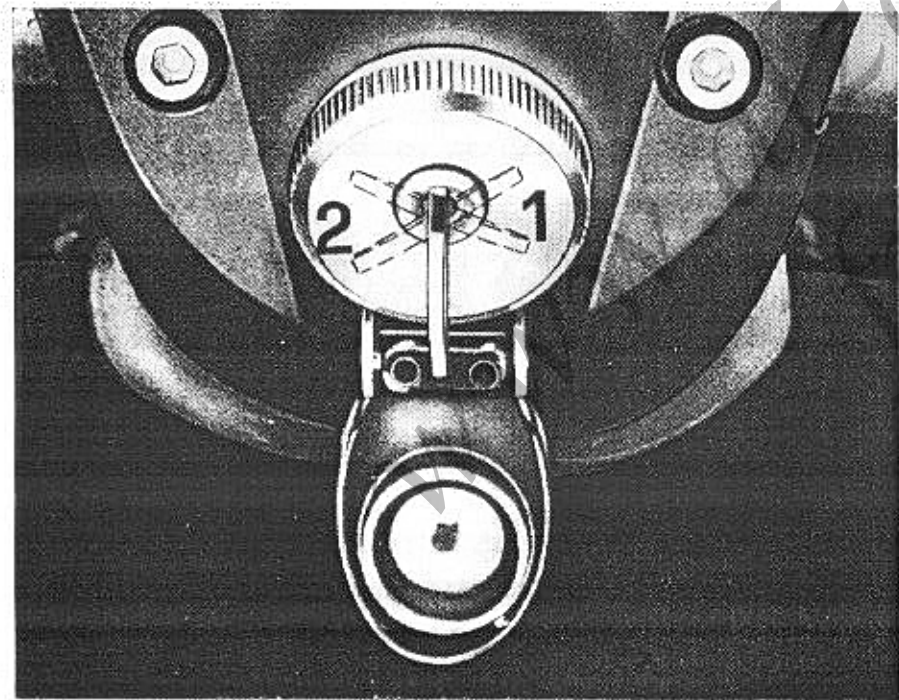

Fig. 8
- 2) **Commutatore per l'inserimento degli utilizzatori con chiusura a chiave posta sulla testa della forcella (ved. fig. 8).**
- la chiave sul commutatore generale sia in posizione « 2 » (vedere fig. 8);